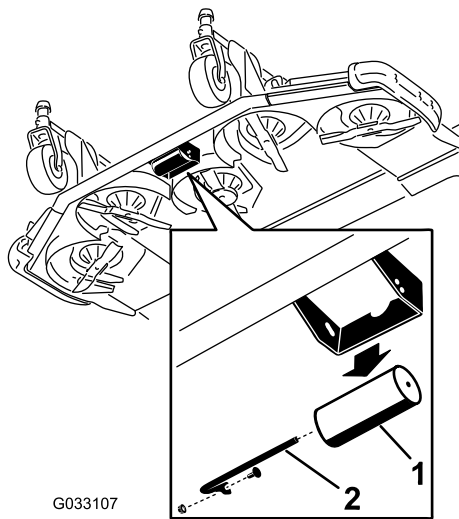

Bild 41
1. Nehmen Sie die Rollenwelle, Schraube und Mutter ab, mit denen die Rolle an der Mähwerkhalterung befestigt ist (Bild 41).